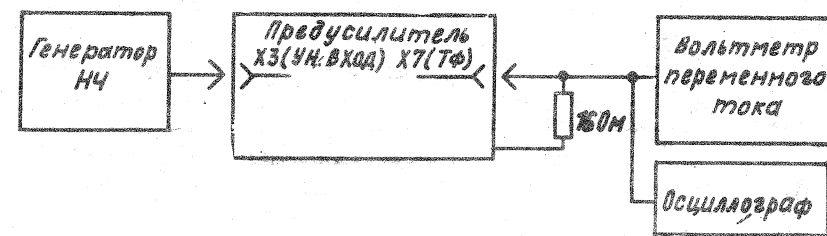

Рис. 4
5.2.7. Проверьте работу УТФ в следующем порядке: подключите приборы согласно рис. 4;